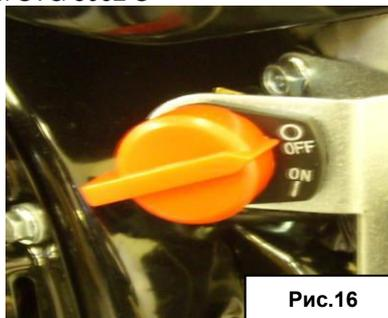

Рис.16
2. Установить пусковой выключатель в положение "Включено" ("ON"/I). См. Рис. 16.
2. Установить пусковой выключатель в положение "Выключено" ("OFF"/0). См. Рис. 16.